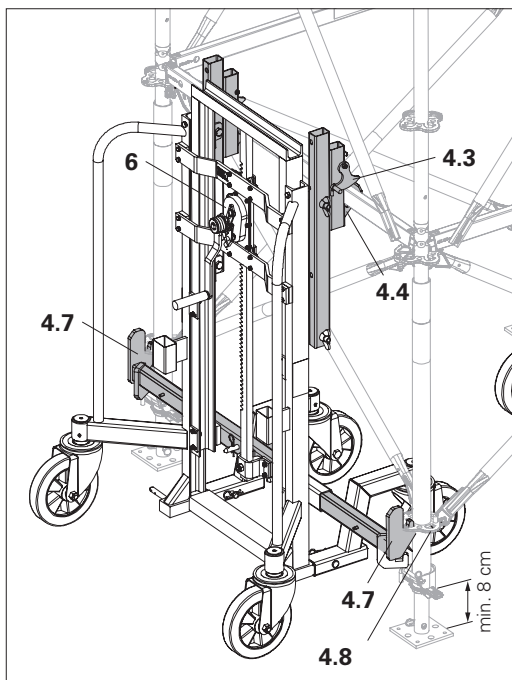

Fig. 22
2. Regolare l'altezza con il verricello a cremagliera (6) in modo da prelevare le rosette con i ganci per supporti (4.7) e i correnti orizzontali con gli appoggi per supporti (4.4). (Fig. 22)
min. 8 cm. (Fig. 22)